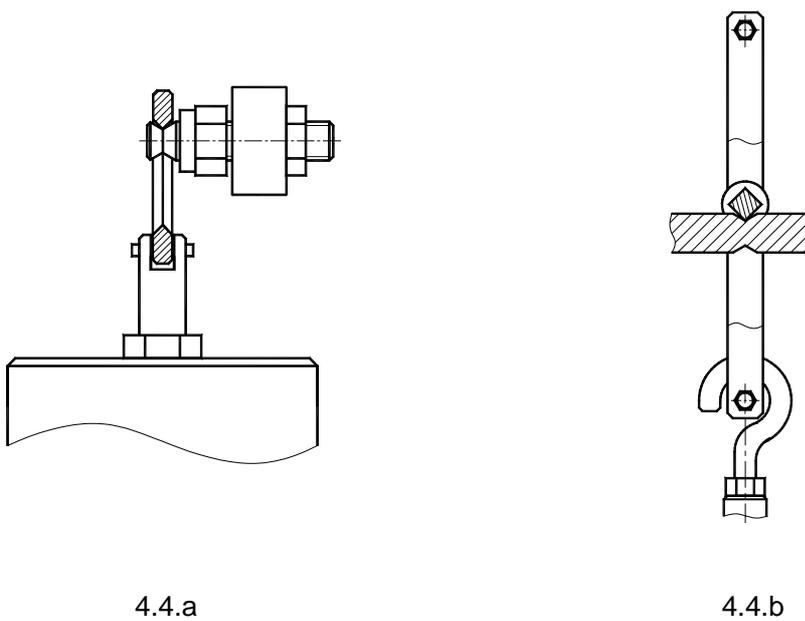

图 4.4
- 4.6 本试验机共有 4 个砝码，均在其上打有识别标记，对应图 4.1 中 1、2、3、4 位置；安装时打开试验机左、右侧门，拆下挡板，然后开始安装砝码。顺序为：首先装砝码 1，悬挂在下杠杆相应挂槽内；然后依次安装砝码 4、3、2，均悬挂在上杠杆上。其中 1、2 悬挂方式见图 4.4.a，3、4 悬挂方式见图 4.4.b，注意必须保证刀口正确安装在 V 型槽内。挂好砝码后，重新装好拆下的挡板。